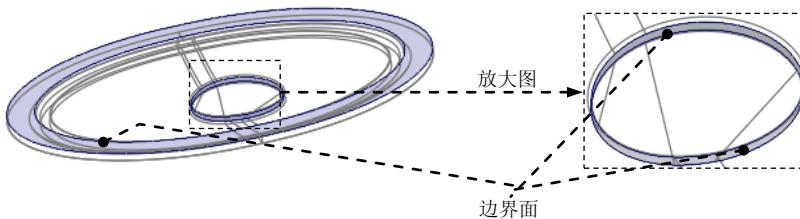

图 21.29 定义边界面
(3) 然后选取“边界面”(boundary surface)，操作方法如下。
① 按住 Shift 键，选取图 21.29 中的 soap-box 的外圆面和内圆面为边界面，此时图中的